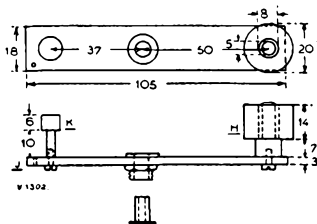

Fig. 8. Aandruk-rol met aandruk-mechanisme. H = aandrukrol, J = aluminium hefboom. K = knop om aandrukrol los te zetten.
De tape wordt tegen de hoofdaandrijfvas aangedrukt door een drukrol, welke is getekend in Fig. 8. Deze aandrukrol H is gemonteerd op een strookje aluminium van 3 mm dikte (J), en wordt op een lagertje